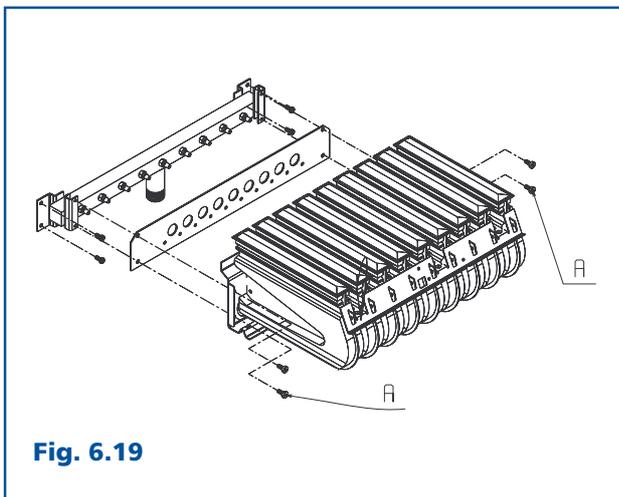

Fig. 6.19
## 6.4 Procedura di trasformazione gas, taratura e regolazioni (Fig. 6.19)
- rimuovere il gruppo bruciatore allentando le viti (A) che lo fissano al collettore gas (fig. 6.19).
Nel caso di trasformazione a gas GPL, è necessario montare sul gruppo bruciatore la flangia GPL. Riferendosi alla fig. 6.19 procedere nel modo seguente: